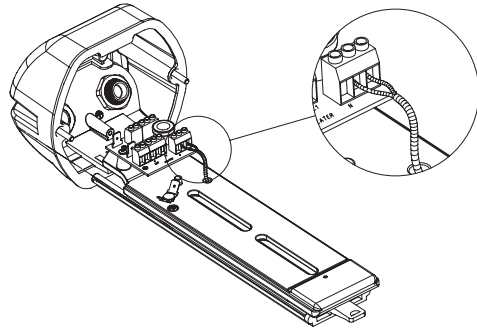

Fig. 4
- Far passare i cavi della resistenza attraverso il foro previsto sulla slitta interna ed effettuare le connessioni elettriche della resistenza sul morsetto (Fig. 4). La connessione avverrà sul morsetto HEATER del circuito d'appoggio (nel caso di riscaldamento in 115/230VAC, Fig. 5, per riscaldamento in 12VDC/24VAC, Fig. 6).
- Faire passer les câbles de la résistance dans l'orifice prévu sur la glissière interne et procéder aux connexions électriques de la résistance sur la borne (Fig. 4). La connexion doit être effectuée sur la borne HEATER du circuit de support (pour le chauffage en 115/230VAC, Fig. 5, pour chauffage en 12VDC/24VAC, Fig. 6).
- Pass the resistance cables through the hole provided on the inner slide and make the electrical connections of the resistance to the terminal (Fig. 4). The connection will be made to the terminal HEATER on the support circuit (for the 115/230VAC heater, Fig. 5, for the 12VDC/24VAC heater, Fig. 6).
- Die Kabel des Heizwiderstandes werden durch die Öffnung des internen Schlittens geführt. Dann die elektrischen Anschlüsse des Widerstandes auf der Klemme herstellen (Fig. 4). Der Anschluß erfolgt an der Klemme HEATER der Trägerschaltung (bei Heizung 115/230VAC, Fig. 5, bei Heizung 12VDC/24VAC, Fig. 6).